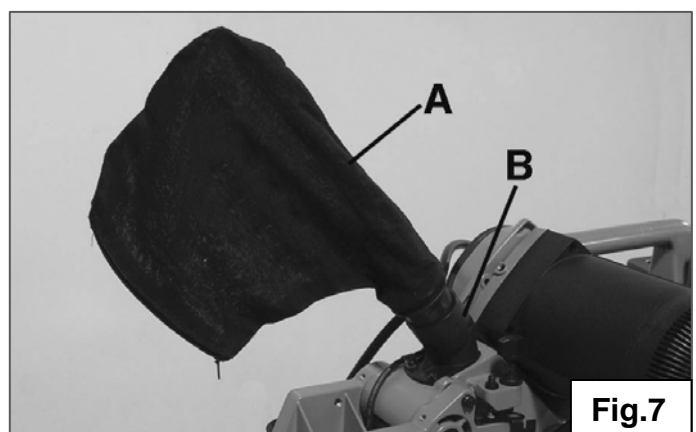

Fig.7
inserite il sacco raccogli polveri **(A) Fig.7** nel punto di collegamento **(B)** e verificate che sia correttamente fissato.